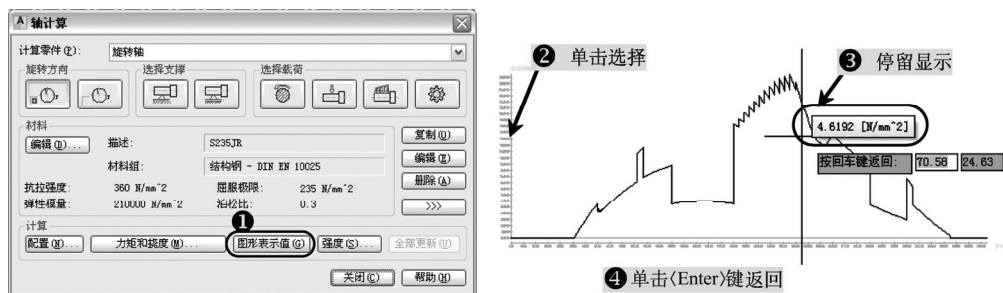

图 13-19 图形表示值
11) 单击“计算”选项中的“图形表示值”按钮，系统自动隐藏对话框，单击选择上一步计算力矩和挠度所形成的图表，在该图表上出现一个垂直的指针，拖动指针，在曲线上停留，就可以显示在 X 轴上各点的精确 Y 值，单击〈Enter〉键，返回“轴计算”对话框，如图 13-19 所示。